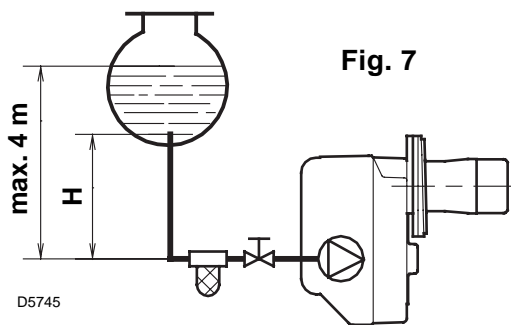
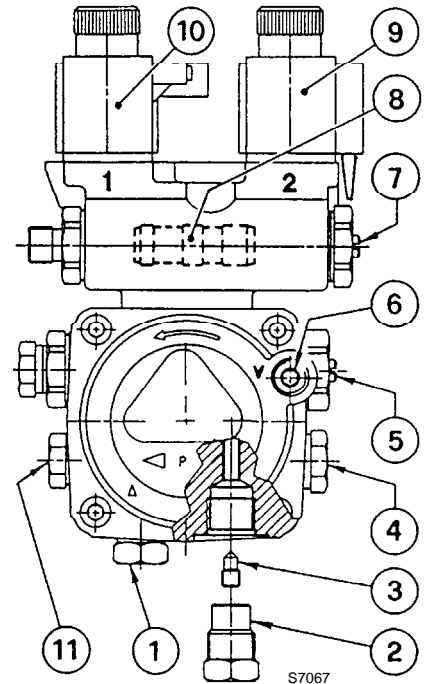

Fig. 7
Fig. 8
- La pompe est prévue pour un fonctionnement en bitube. Pour le fonctionnement en mono-tube, il faut dévisser le bouchon de retour (2), enlever la vis de by-pass (3) et ensuite revisser le bouchon (2), (voir fig. 8).
Dans l'installation en fig. 7, il faut desserrer le raccord du vacuomètre (6, fig. 8) jusqu'à la sortie du combustible.